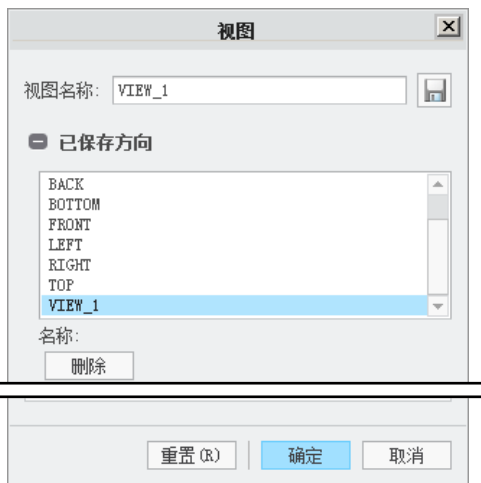

图 3.2.4 “视图”对话框
方法二较为简单，建议读者使用这种方法。具体操作步骤：首先按住中键转动模型至所需方位，在 **视图** 功能选项卡中单击  下的 **重新定向 (O)...** 按钮，在图 3.2.4 所示的“视图”